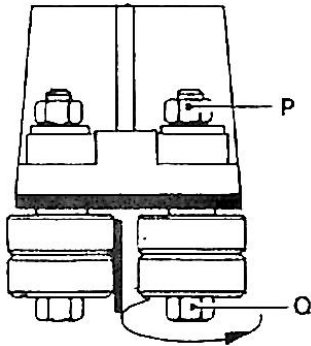

Abb.: 5 Abb.: 6
- Mit einem 10mm-Schlüssel die Sechskantmuttern P an den beiden Sägeblattführungen lösen auf der Außenseite der Klinge (Abb. 5).